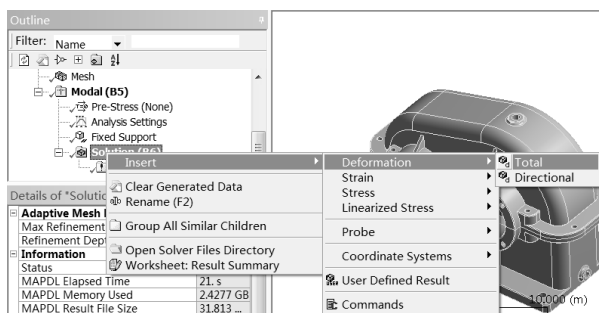

图 7-40 添加变形选项
Step1：右击 Solution 选项，如图 7-40 所示，在弹出的快捷菜单中选择 Insert Deformation Total 命令。